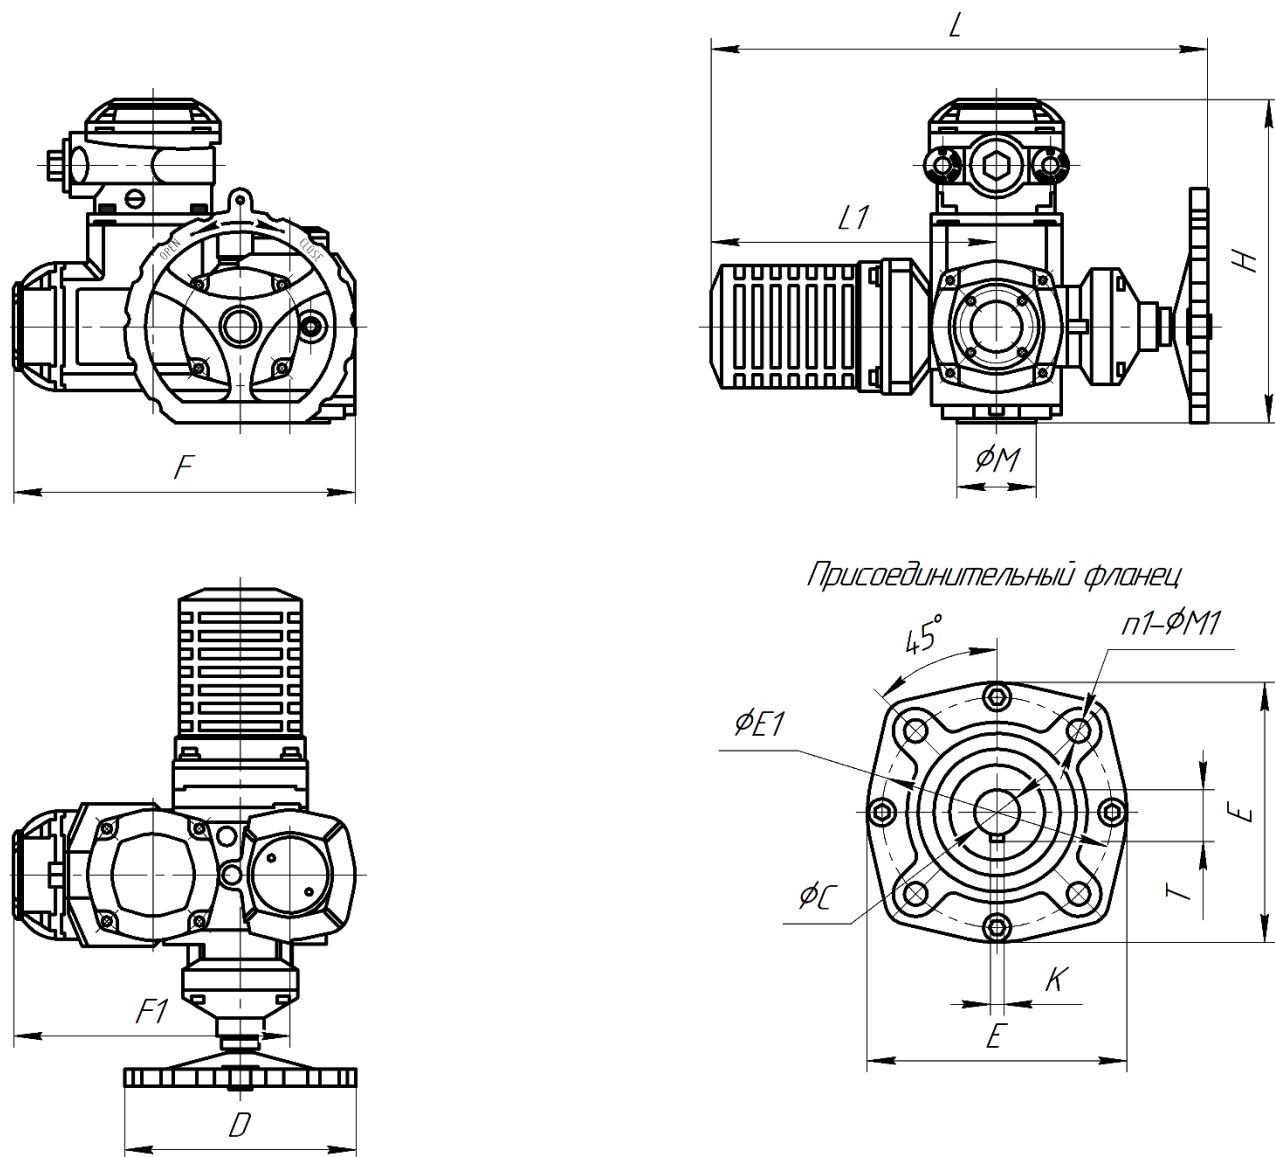

Рисунок 1. Основные размеры и габаритные характеристики электропривода МТ903.А без блока управления
1.2.21. Основные размеры и габаритные характеристики приведены на рис. 1,2 и в табл. 2,3. Технические характеристики электроприводов представлены в табл. 4. Электрические схемы подключения приведены в Приложении.